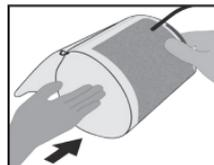

Bild 1
- Schieben Sie die Manschette über den Oberarm (Bild 1), bis die Unterseite der Manschette 2-3 cm oberhalb der Armbeuge liegt (Bild 2).